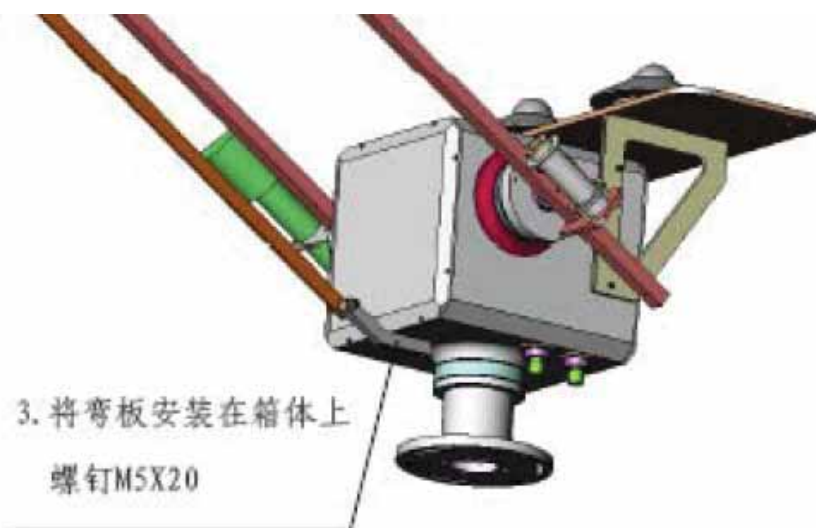

图12
- (1) 将支撑顶板（辐射表托盘）安装到双轴转台主机上；
- (2) 将顶板（辐射表托盘）安装到双轴转台主机上；
- 其余步骤见图12、13、14